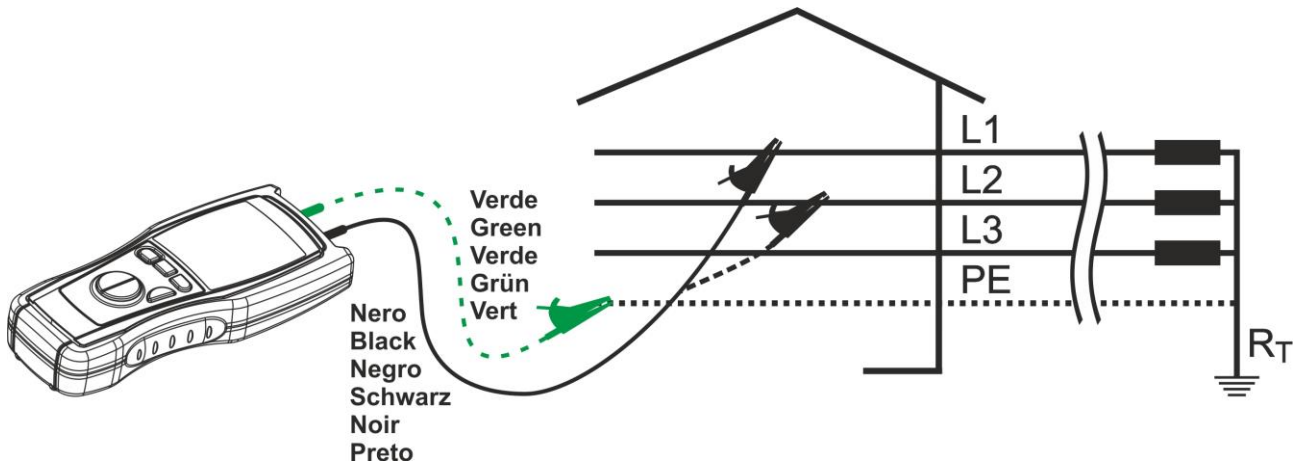

Fig. 7: Conexión de las puntas de prueba del instrumento
5. Cuando se haya seleccionado la medida a dos terminales (modalidad 2W) inserte el cable verde en el correspondiente terminal de entrada del instrumento y conéctelo al cable de neutro o al cable de protección de la instalación en examen (ver Fig. 7). Si lo considera necesario inserte el cocodrilo sobre la punta de prueba
"PH1" sobre el visualizador secundario, invita al operador que puede conectar el cable de medida al cable de la fase L1 (ver Fig. 7)
"PH2" sobre el visualizador secundario que invita al operador a conectar el cable de prueba al cable de la fase L2 (ver Fig. 7)